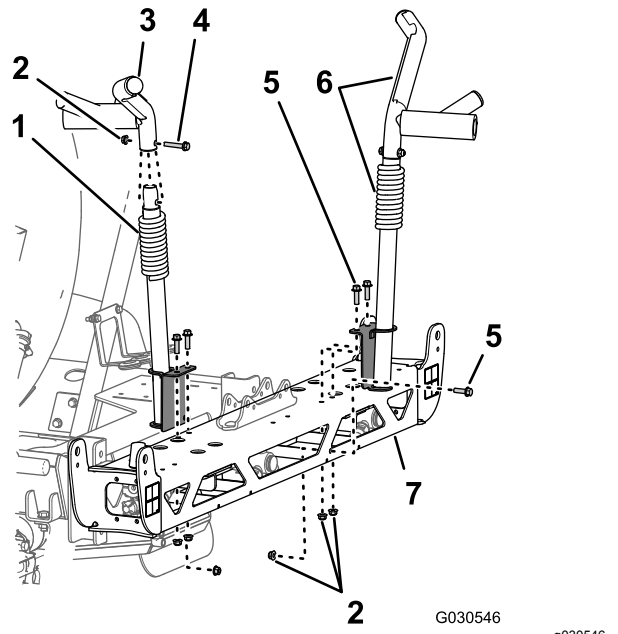

Figure 77
1. Sur le berceau de rampe gauche, retirez le boulon à embase (3/8" x 2") et le contre-écrou à embase (3/8") qui fixent la partie supérieure du berceau à la partie inférieure (Figure 77).
2. Retirez les 3 boulons à embase (3/8" x 2") et les 3 contre-écrous à embase (3/8") qui fixent la partie inférieure du berceau gauche au cadre de la section de rampe centrale, et déposez le berceau (Figure 77).
3. Sur le berceau droit, retirez le boulon horizontal, les 2 boulons à embase verticaux (3/8" x 1 1/4") et les 3 contre-écrous à embase (3/8") qui fixent le berceau droit au cadre de la section de rampe centrale (Figure 77).